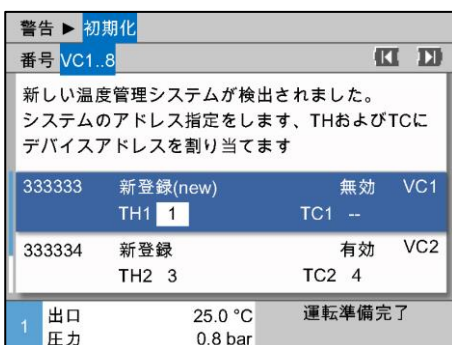

図24：アドレス THの割当て
3. ボタン でTHのアドレスにジャンプし、通知されたアドレスを割り当てます。 (→ 図24 例：アドレス1をTH1に割当て)